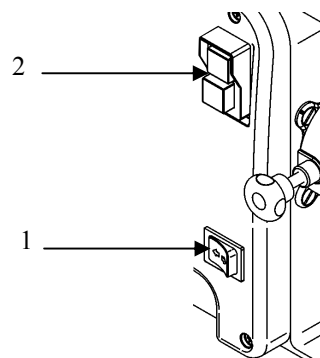

РИС. 8 - Положение органов управления
3. поместить продукт в воронку (8), затем включить машину с помощью кнопки «I» (поз. 2 - РИС. 8);
4. поднять пестик (7) и поместить продукт в емкость; использовать пестик только для того, чтобы поместить продукт в горловину, не прилагая при этом усилия;
6. По завершении резки остановить машину, нажав на кнопку остановки «0» (см. РИС. 8), затем снять и тщательно очистить горловину и все ее компоненты (см. РИС. 1).
7. В случае застревания или трудностей при измельчении выключить машину и нажимать с перерывами на кнопку «I» обратного хода (поз. 1 на РИС. 8); затем запустить машину с помощью кнопки пуска «I» (поз. 2 на РИС. 8).
5. Включить машину с помощью кнопки «I» (поз. 2 - РИС. 8);
6. По завершении переработки остановить машину, нажав на кнопку остановки «0» (см. РИС. 8), затем снять и тщательно очистить горловину и все ее компоненты (см. пар. 6.2).
7. В случае застревания или блокирования валика выключить машину и нажимать с перерывами на кнопку «I» обратного хода (поз. 1 на РИС. 8); затем запустить машину с помощью кнопки пуска «I» (поз. 2 на РИС. 8).
- 1 нажать кнопку включения «I» (поз. 2 - РИС. 8) и кнопку остановки «0» (поз. 2 - РИС. 8);
- 2 проверить, изменяется ли направление вращения валика терки при нажатии кнопки изменения направления хода (поз. 1 - РИС. 8).